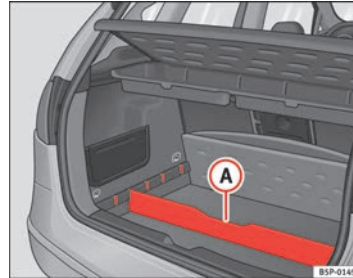

Abb. 106 Trennelement des Gepäckraumbodens
- Das Trennelement **A** ⇒ Abb. 106 je nach Größe der zu transportierenden Gegenstände in die seitlichen Schlitzlöcher einsetzen. Unter dem Fach befinden sich das Bordwerkzeug und das Reserverad.